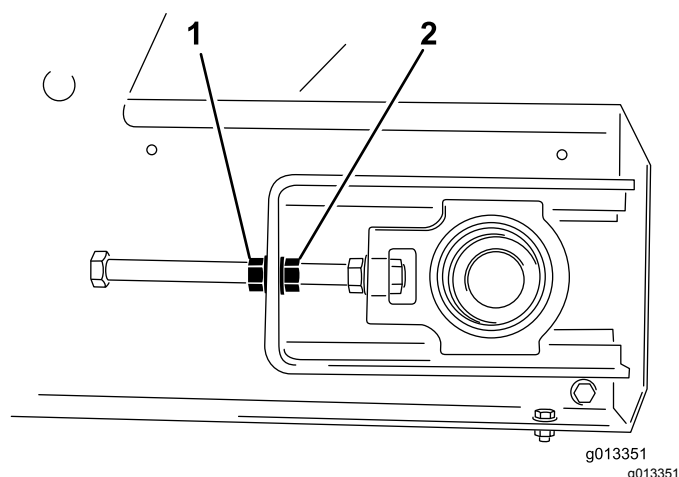

図 55
ングナットロッドの端部に一番近いナットをゆるめる 図 55。
3. ベルトが寄ってくる側で調整する。テンショナロッドが回らないようにロッドの端部を押さえながらロッキングナットをゆるめ、調整ナットをナットの面分締めつける 図 55。